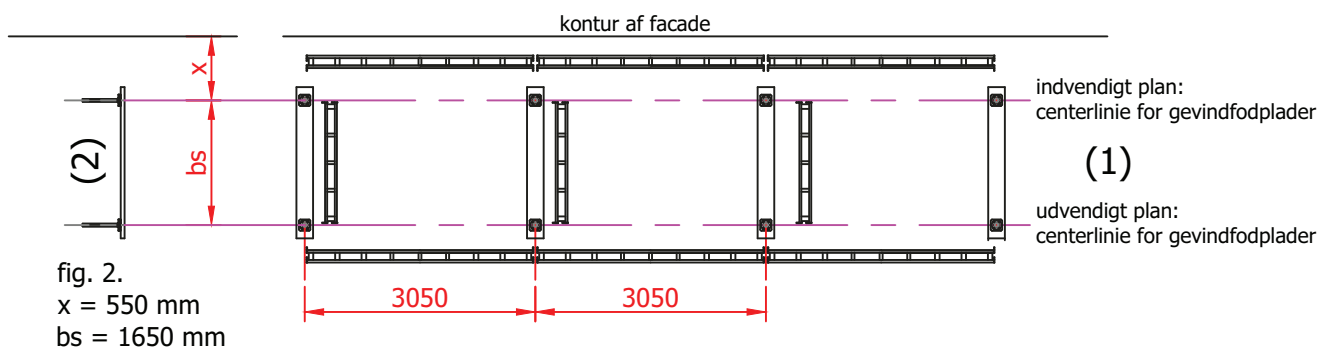

fig. 2.
(1) Længdebjælker lægges i rækker langs den linie, hvor stilladset skal opstilles, for at bestemme afstanden mellem gevindfoldpladerne / søjlerne - (fig.2).
(2) Gevindfoldpladerne placeres med justermøtrikkerne i laveste position, så der er størst muligt spillerum til senere finjustering - (fig.2).